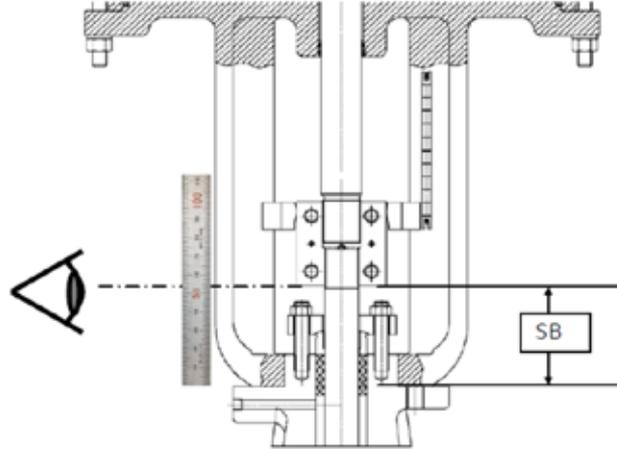

图 1 - 观测拼合夹具
5. 放置拼合夹具，使拼合夹具到阀帽（SB）的间隙如第 10 页表 3 所示。如果拼合夹具不能正确夹住两根杆，则使执行器杆稍微伸长，直到对准并夹住为止（图 1）。